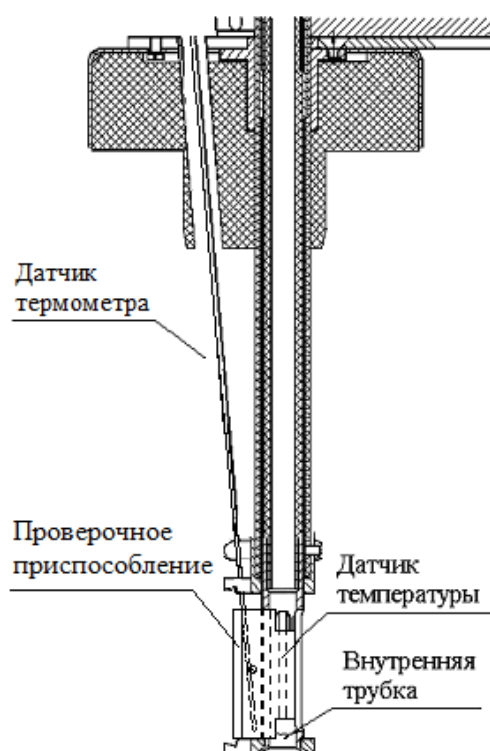

Рисунок 42 – Установка образцового термометра
- 4) установить датчик образцового термометра в отверстие для кабеля пьезодатчика, поместить измерительную часть в отверстие проверочного приспособления (см. рисунок 42) и затянуть винт;